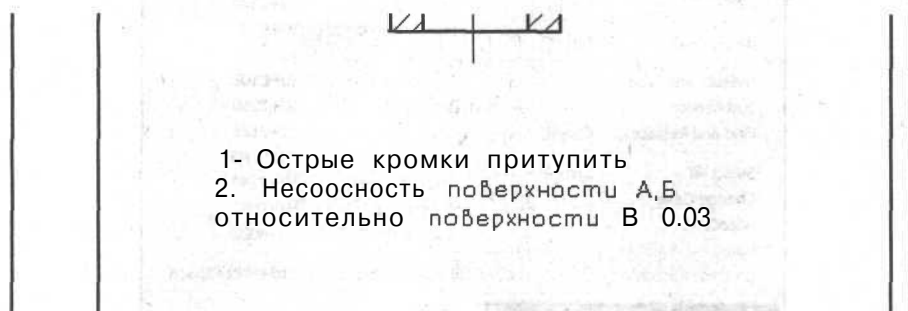

Рис. 9.6. Текст, нанесенный редактором многострочного текста
5. Щелкните мышью на кнопке **ОК** для выхода из редактора многострочного текста. На чертеже появится созданная многострочная надпись (рис. 9.6).